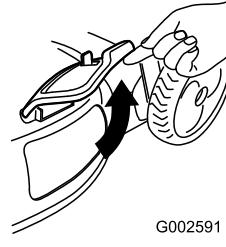

Figure 24
- Soulevez et ouvrez le volet d'éjection latérale (Figure 24).